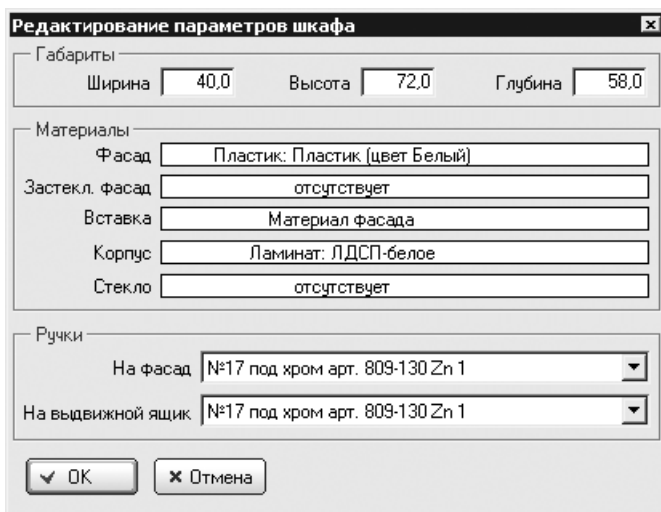

Рис. 8.8
4. Нажать кнопку Свойства объекта — откроется окно редактирования параметров (рис. 8.8), в котором можно выбрать фурнитуру для мебели, а в группе элементов управления Габариты — установить новые размеры для объекта.